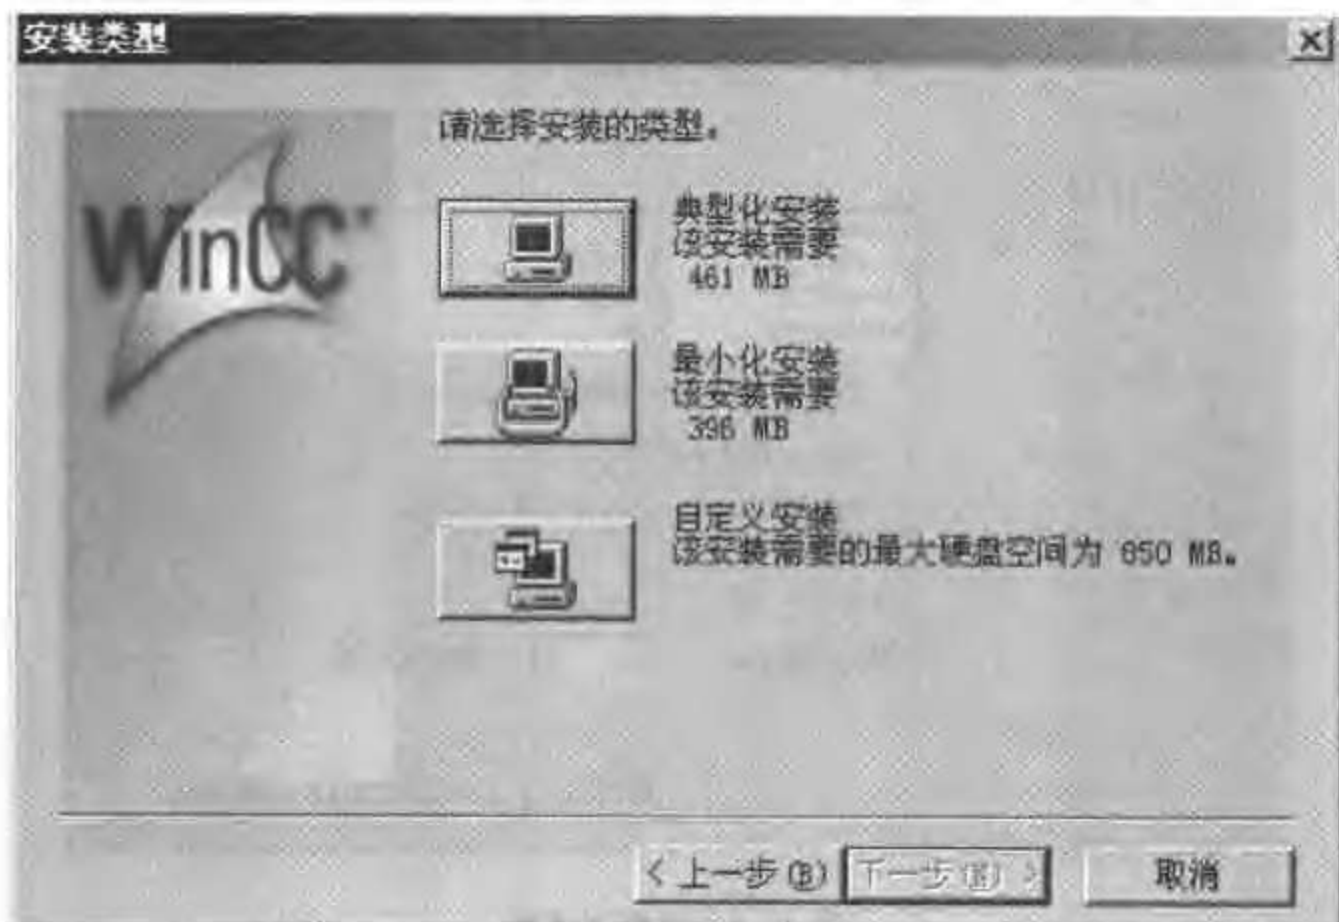

图 2-6 WinCC 安装类型
- WinCC 提供了 3 种基本的安装选择：最小化安装、典型化安装和自定义安装，如图 2-6 所示。